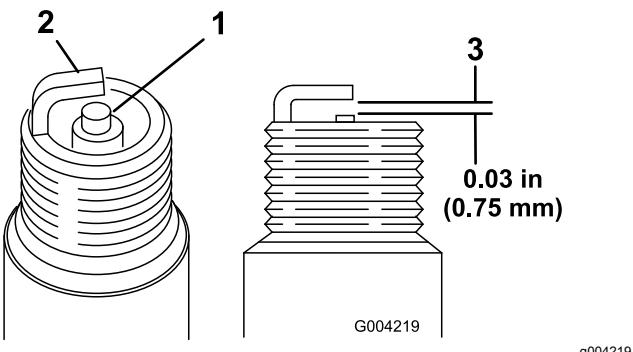

Figura 16
- Veja a parte central de ambas as velas de ignição (Figura 16). Se verificar uma cobertura
2. Verifique a folga entre os elétrodos central e lateral (Figura 16).
3. Dobre o elétrodo lateral (Figura 16) se a folga não for a correta.